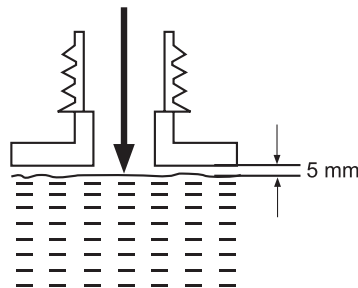

Fig. 12
2. Dévissez le bouchon du réservoir [14], retirez-le, puis versez l'huile dans le réservoir. Nous vous recommandons d'utiliser une huile respectueuse de l'environnement spécialement destinée à être utilisée avec ce produit. Utilisez un entonnoir avec un filtre : Cela permet d'éviter de renverser de l'huile ou de faire déborder le réservoir, et cela empêche les éventuels résidus de pénétrer à l'intérieur. Laissez un espace d'environ 5 mm entre la surface de l'huile et la paroi supérieure du réservoir, afin que l'huile puisse se répandre de manière uniforme (Fig. 12).